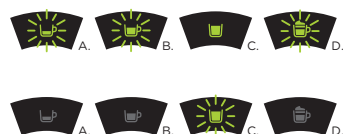

Fig. 18: Programmation du bouton d'extraction de thé.
- Vous devrez ensuite appuyer sur le bouton d'extraction de thé jusqu'à ce que les voyants lumineux des boutons d'extraction de café expresso, de café long et de boisson à base de lait clignotent. Appuyez de nouveau sur le bouton d'extraction de thé (voir **Fig. 18**). Les voyants lumineux des boutons d'extraction de café expresso, de café long et de boisson à base de lait s'éteignent.